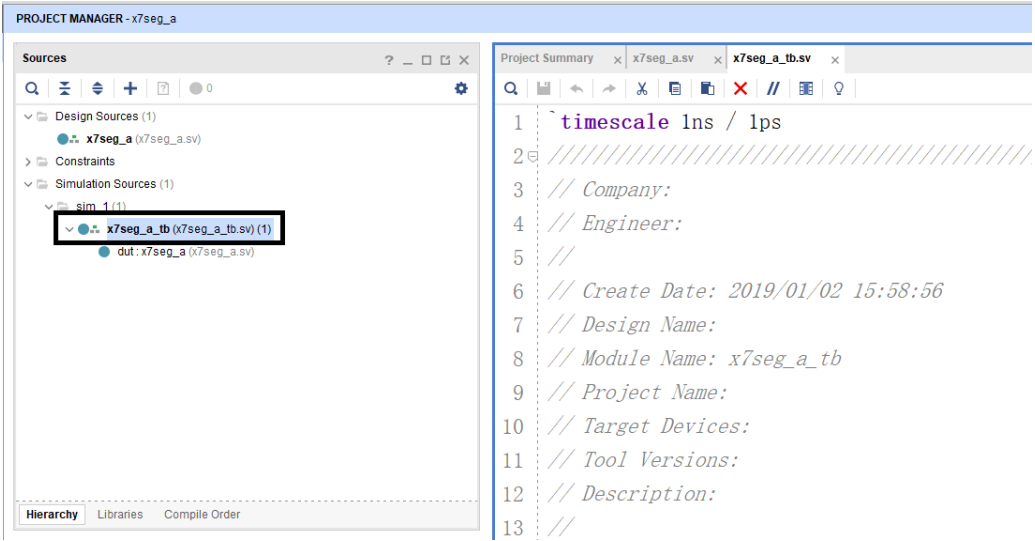

图 1-19 Sources 子窗口（仿真测试文件的输入）
(5). 返回 Vivado 主设计窗口，在 Sources 子窗口下的 Simulation Sources 选项下可看到刚刚添加的仿真测试文件 **x7seg\_a\_tb.sv**，如图 1-19 所示。双击该文件，进入程序编写窗口。